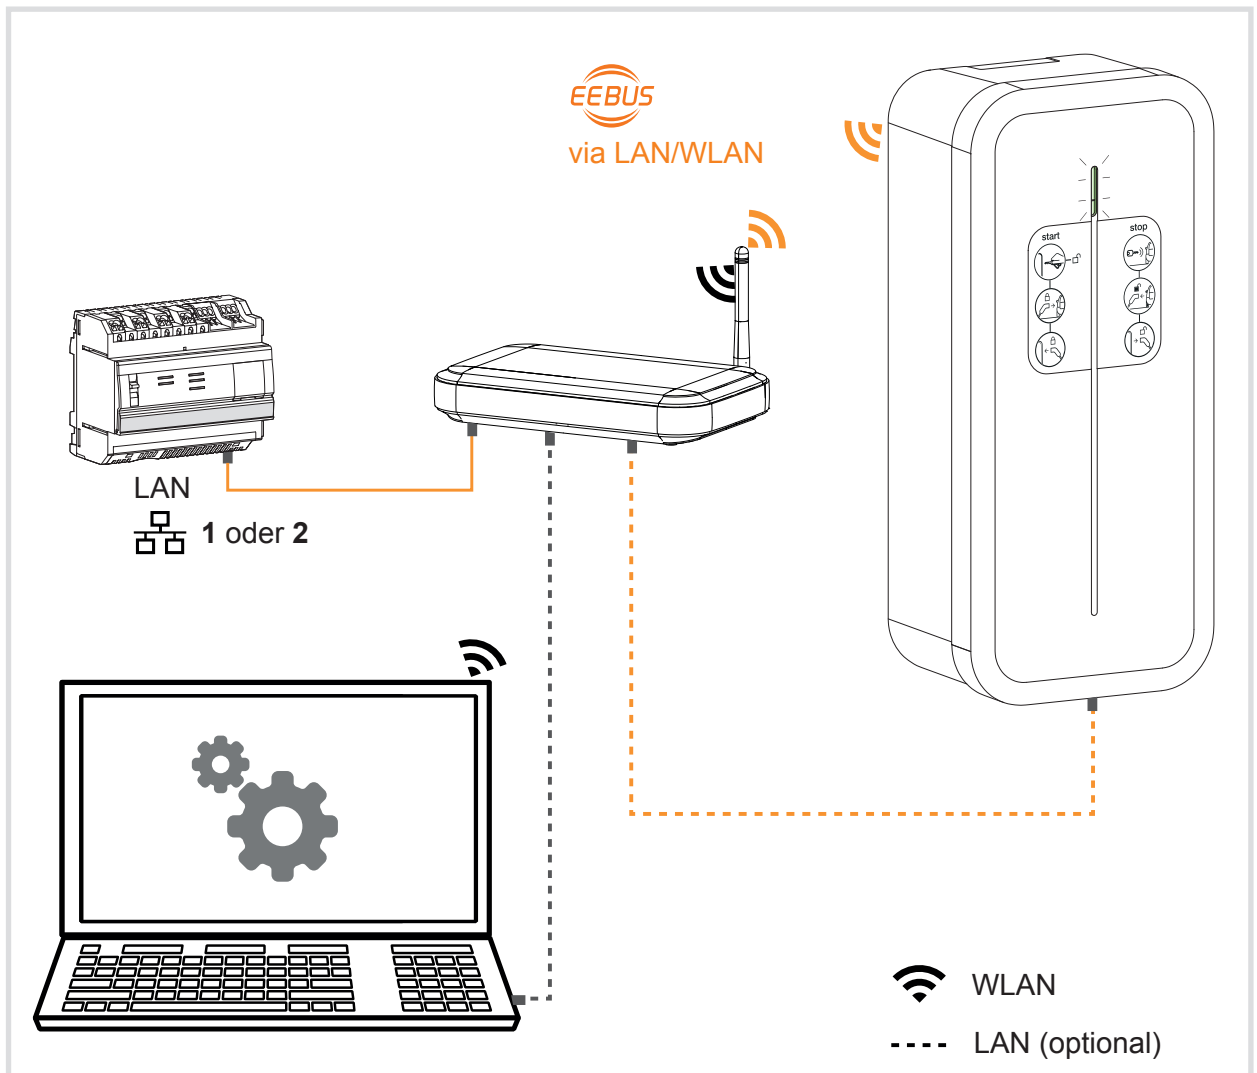

Bild 10a: Hager Ladestation witty.connect im lokalen Netzwerk
Controller und Ladestation kommunizieren über das EEBus-Protokoll. Das EEBus-Protokoll ist TCP/IP-basiert und plattformunabhängig. Für die EEBus-Kommunikation zwischen Controller und Ladestation ist WLAN/LAN über Netzwerk-Router vorgesehen (Bild 10a/10b).
- Ladestation über WLAN oder LAN ins Netzwerk einbinden (Bild 10a/10b).